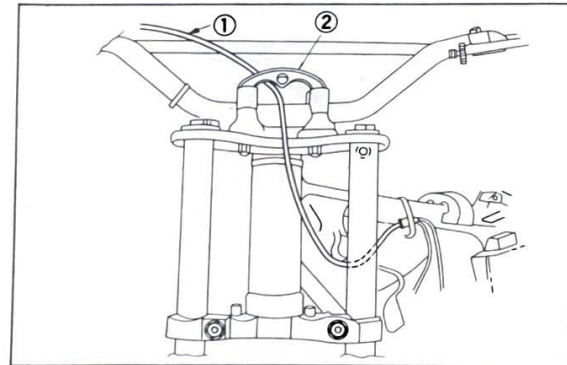

Fig. 24
* For detailed cable routing, refer to illustration. (Fig. 24)
* Voir l'illustration pour le cheminement des câbles. (Fig. 24)